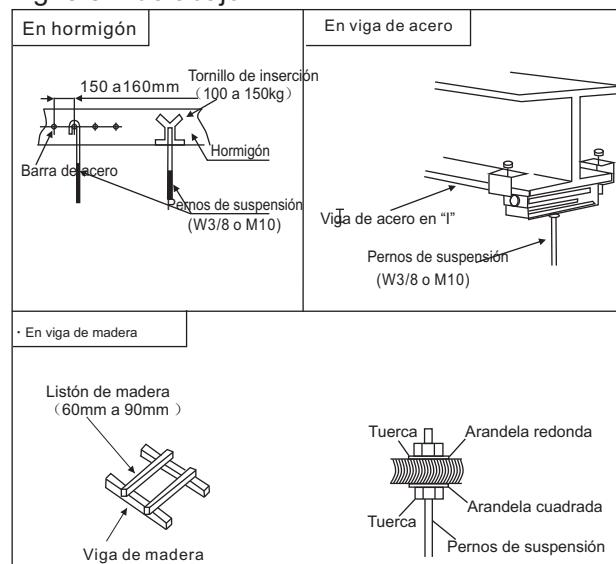

Fig. 3.3.1 Fijación de los pernos de suspensión
- (1) Considere la dirección del tubo, el cableado y el mantenimiento con cuidado, y elija la orientación y la ubicación adecuadas para su instalación.
- (2) Instale los pernos de suspensión como se muestra en la Fig. 3.3.1 de abajo.